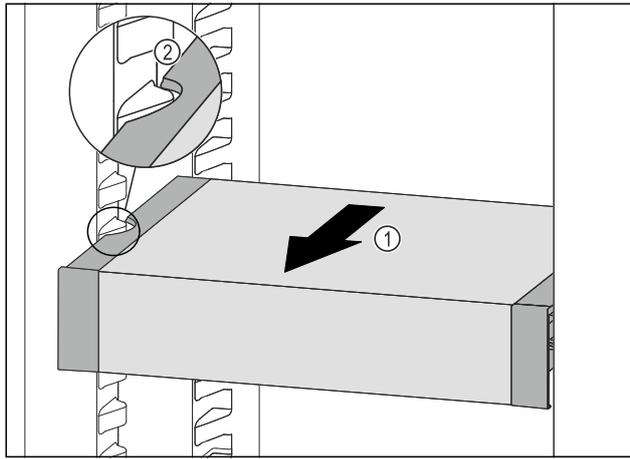

Fig. 88
- ▶ Tire del VarioSafe hacia delante Fig. 88 (1) hasta que los huecos laterales del VarioSafe se encuentren a la altura de la nervadura del recipiente en el compartimento del frigorífico. Fig. 88 (2)